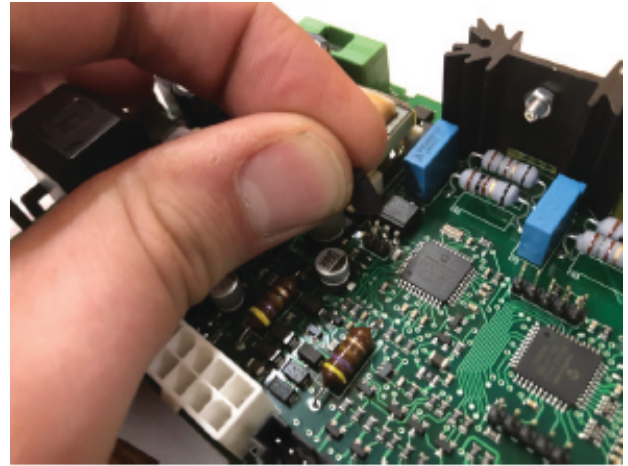

Figure 7.3 - Retirer le cavalier JP1 du nouveau module de contrôle IFC pour Power Vent
3. Tirez vers le haut pour retirer le cavalier en plastique et exposer les 2 broches de contact individuelles situées en-dessous. Ceci change la fonction du module de contrôle pour passer du système à tirage naturel au système à tirage mécanique Power Vent. Voir Figure 7.3.